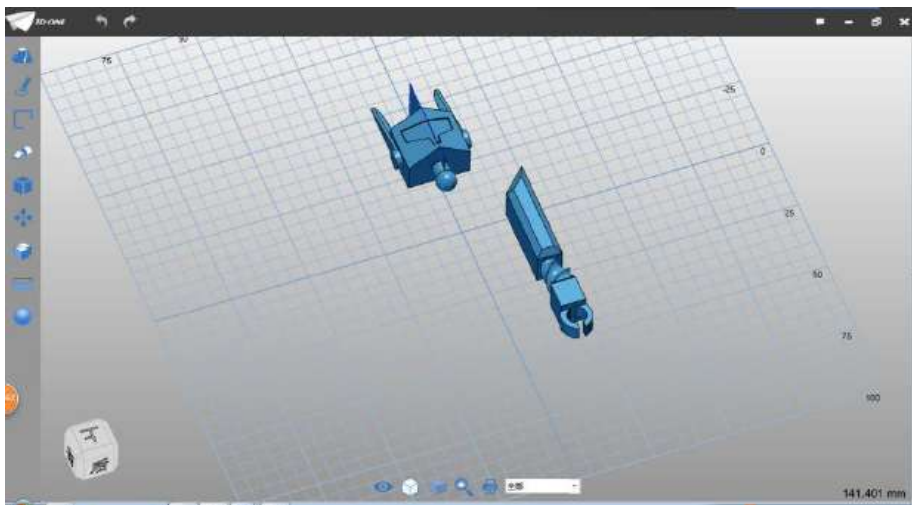

图 3-28
Step 28 点击确定完成隐藏部件，如下图 3-28 所示：